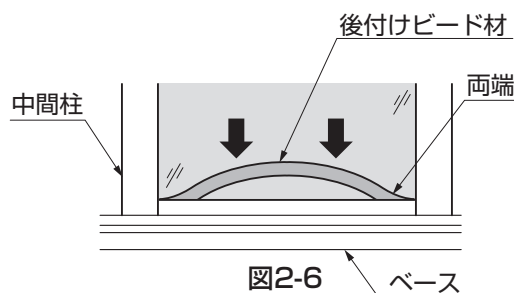
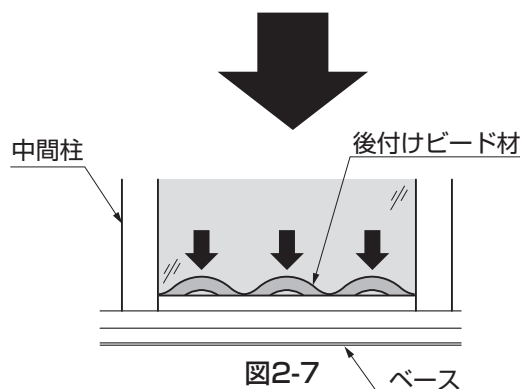

図2-6
図2-7
- 後付けビード材を取付ける際は、図2-6のように取付ける面の中心部分をたるませた状態で、両端部分および中間の1～2箇所を先に押込み、図2-7のようにたるみ部分の中心から広げるように押込んでいきます。